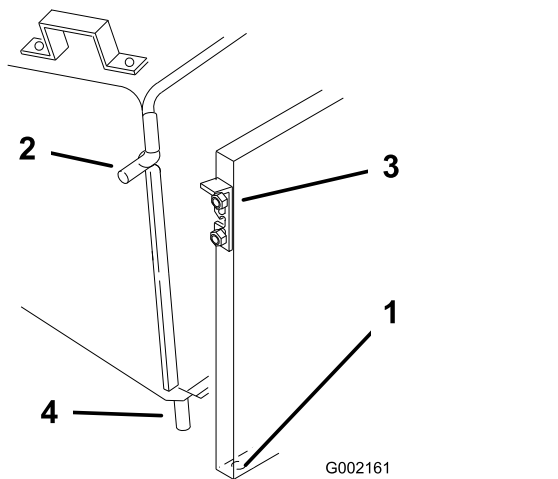

Figura 10
1. Introduzca los pasadores inferiores del bastidor del ensacador en los orificios de la chapa trasera (Figura 10).
2. Levante los cierres e introduzca los pasadores laterales del bastidor (Figura 10).
4. Introduzca los pasadores inferiores del bastidor del ensacador en los orificios de la chapa trasera (Figura 10).
5. Levante los cierres e introduzca los pasadores laterales del bastidor (Figura 10).
5. Introduzca los pasadores inferiores del bastidor del ensacador en los orificios de la chapa trasera (Figura 10).
6. Levante los cierres e introduzca los pasadores laterales del bastidor (Figura 10).